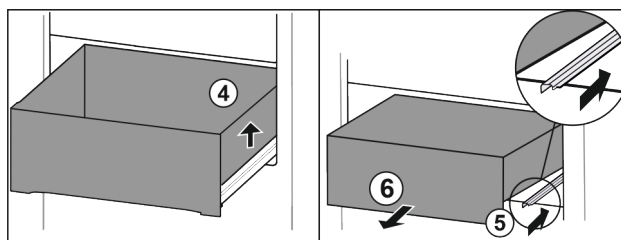

Fig. 97
- Nadzvedněte zásuvku vpravo. Fig. 97 (4)
- Zasuňte pravou kolejničku. Fig. 97 (5)
- Vyměňte zásuvku dopředu. Fig. 97 (6)